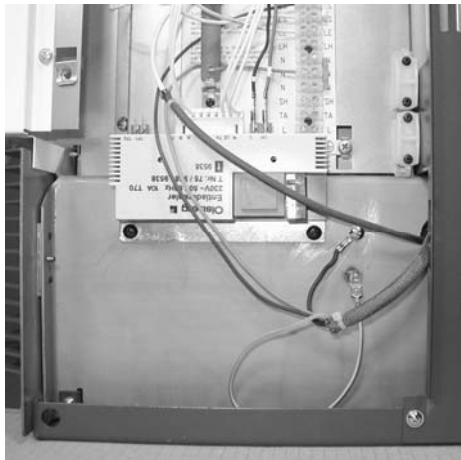

Fig.1 Fixez le thermostat de décharge
- Fixez le thermostat de décharge à l'intérieur de l'accumulateur à l'aide des vis 4,8x9,5 fournies (Fig.1).